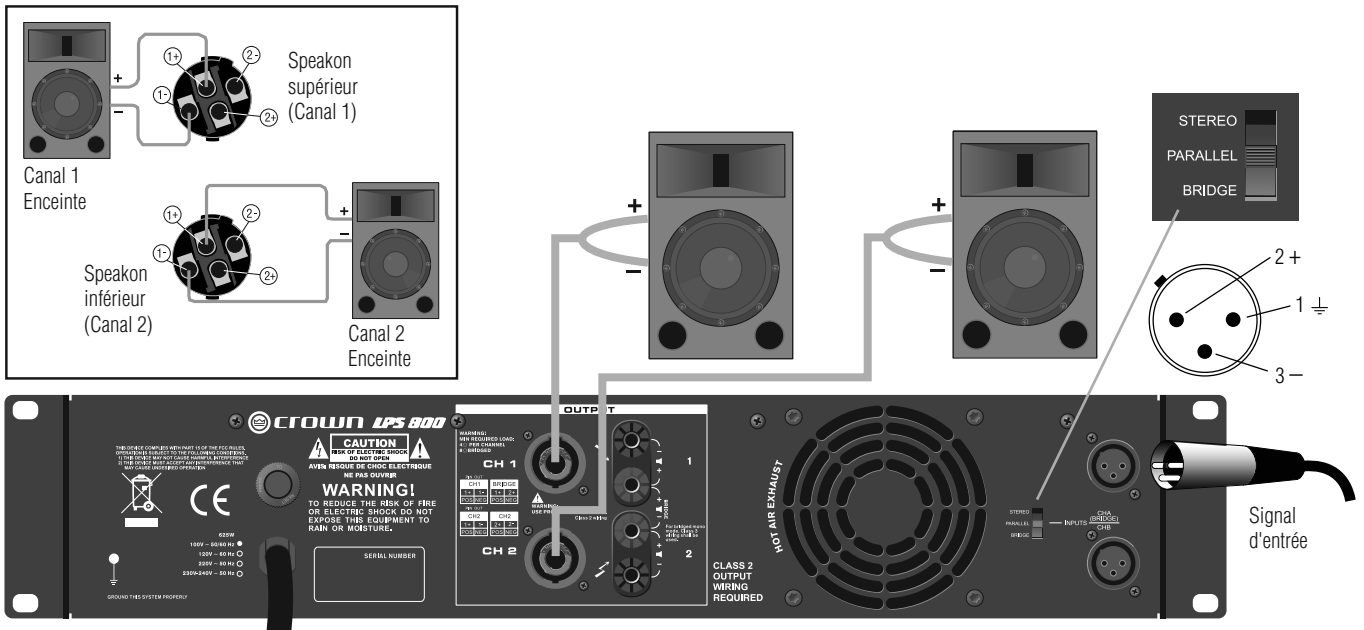

Figure 7. Câblage Parallèle avec connecteurs Speakon®
1. Se reporter à la Figure 7. Sur le panneau arrière, régler le Commutateur de mode sortie sur PARALLELE.